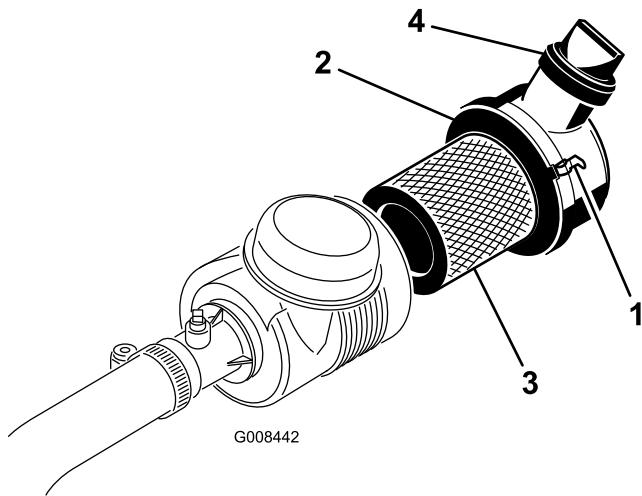

Figura 31
1. Abra los enganches que sujetan la tapa del limpiador de aire a la carcasa del limpiador de aire (Figura 31).
7. Asegúrese de que los cierres fijan la tapa a la carcasa (Figura 31).